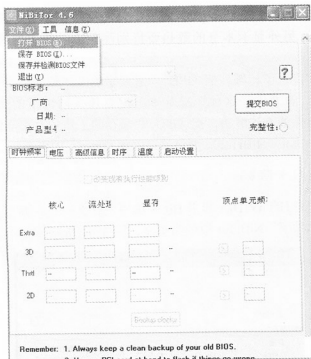

图 3-52 打开文件的界面
(1) 执行菜单“文件”→“打开 BIOS”命令，如图 3-52 所示，从弹出对话框中选择备份的 ROM 格式文件，然后单击“确定”按钮。